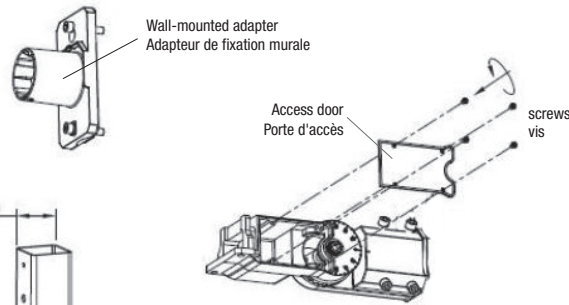

Fig. 5B
2. Open the access door of wiring compartment of the slip fitter by unscrewing the screws (Fig. 5B).
2. Ouvrir la porte d'accès du compartiment de câblage du joint d'articulation en dévissant les vis (Fig. 5B).